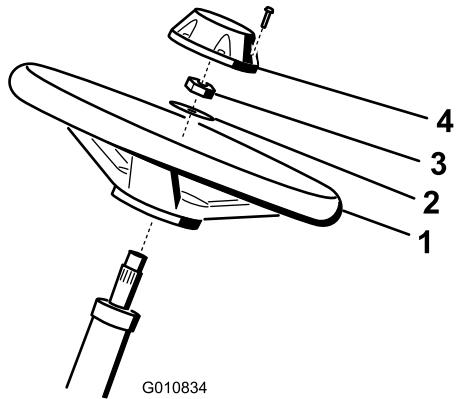

Figura 5
- Faça deslizar o volante para a coluna de direção (Figura 5).
- Faça deslizar a anilha para a coluna de direção (Figura 5).
- Fixe o volante na coluna com uma porca de bloqueio e aperte-a com 27–35 N·m (Figura 5).
- Instale a tampa no volante e fixe-a com 6 parafusos (Figura 5).